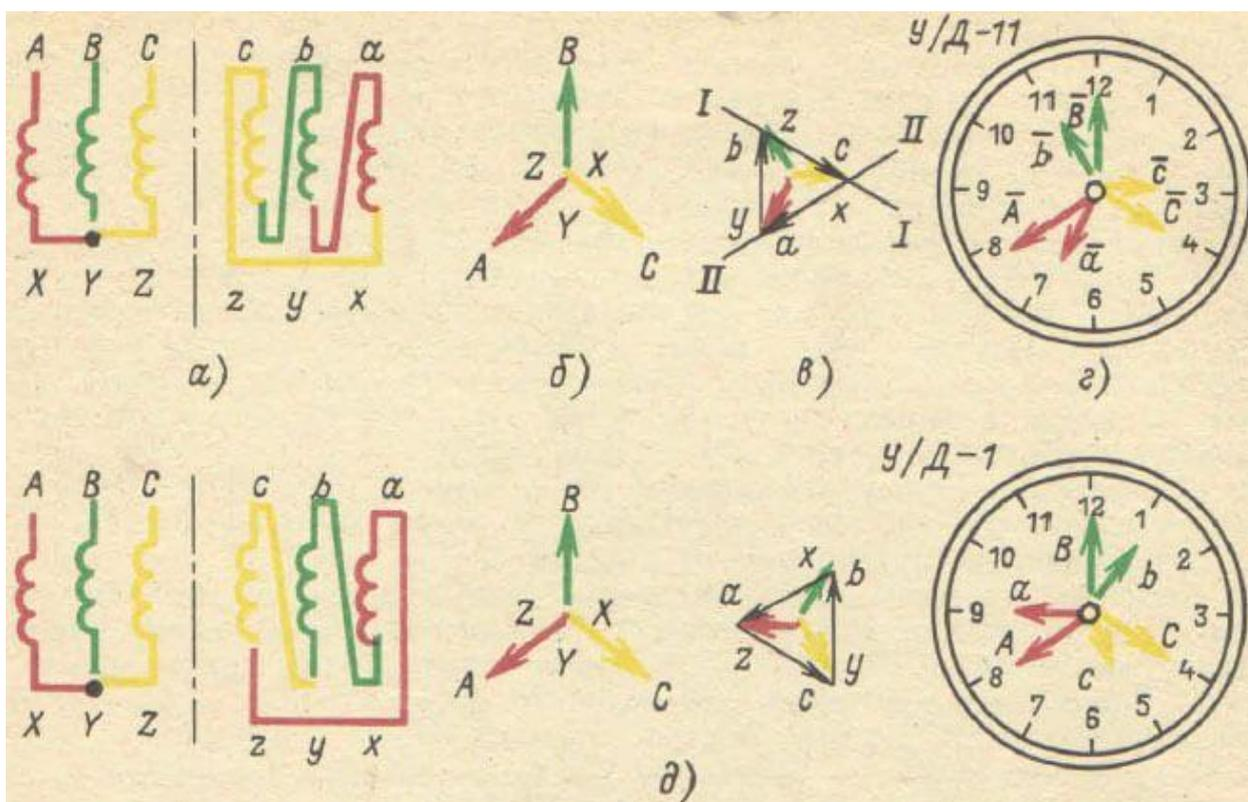

Рисунок 10. Примеры определения группы соединения при включении обмотки НН в треугольник
3. Построим векторные диаграммы для схемы на рисунке 10, а с одинаково намотанными обмотками, если обмотка НН соединена в треугольник. Векторная диаграмма обмотки ВН (рисунок 10, б) имеет такой же вид, как на рисунке 9, б так
как она также определяется **первичной сетью**. Параллельно вектору  $BY$  строим вектор  $bu$ , направляя его в ту же сторону (рисунок 10, *в*). Затем, видя по схеме, что вывод  $b$  соединен с выводом  $z$ , ставим на векторной диаграмме рядом с буквой  $b$  букву  $z$ . А так как точка  $z$  принадлежит вектору  $cz$ , проводим через нее линию  $I - I$  параллельно вектору  $CZ$ . Затем, видя, что вывод  $y$  соединен с выводом  $a$ , ставим на векторной диаграмме рядом с буквой  $y$  букву  $a$  и проводим через нее линию  $II - II$ , параллельную вектору  $AX$ . Точка пересечения линий  $I - I$  и  $II - II$  образует вершину треугольника, соответствующую соединению между выводами  $c$  и  $x$ . Остается расставить стрелки у векторов  $cz$  и  $ax$ .